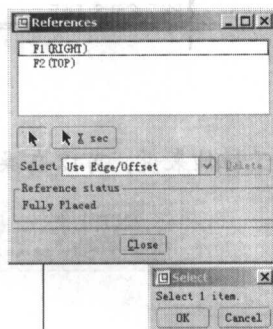

图 1-12
- (8) 单击 Section 对话框中的  按钮, 会出现 References 对话框, 如图 1-12 所示。